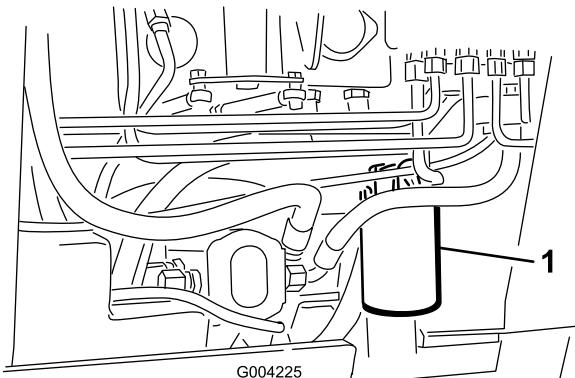

Figura 55
4. Collocate una bacinella di spурго sotto il filtro (Figura 55).
5. Togliete il filtro usato (Figura 55) e pulite la superficie della guarnizione dell'adattatore del filtro.
7. Montate il filtro idraulico di ricambio sull'adattatore del filtro (Figura 55). Girate il filtro in senso orario finché la guarnizione di gomma non tocca l'adattatore, quindi serrate il filtro di un altro 3/4 di giro.